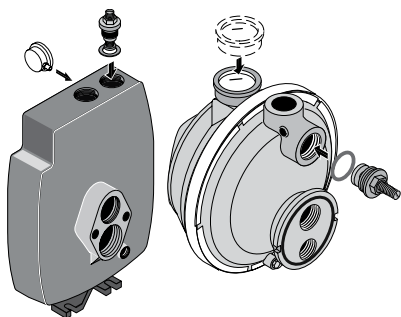

Figure 1 : Poser la vanne de réglage et le manomètre
2. Poser la vanne de réglage et le manomètre dans le corps de la pompe (voir la Figure 1).
1. Poser la vanne de réglage et le manomètre dans le corps de la pompe (voir la Figure 1).